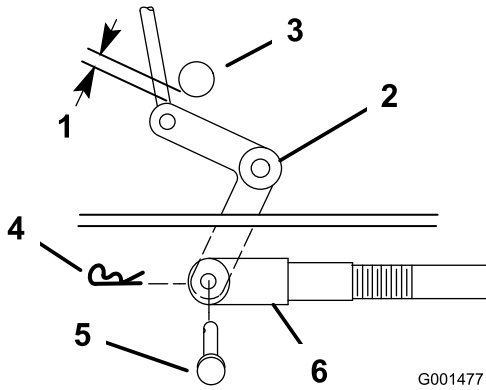
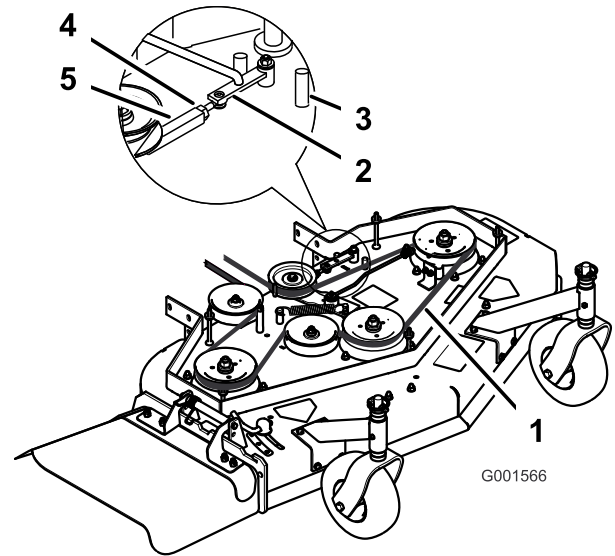

Figure 38
Figure 39
Remarque: La tension correcte de la courroie du tablier de coupe se situe entre 44 à 67 N·m (10 à 15 pi-lb) avec une flèche de 13 mm ($\frac{1}{2}$ po) à mi-chemin entre les poulies (Figure 39).
9. Vérifiez l'écartement entre le levier coudé et l'arbre de sortie de transmission (Figure 38).
10. Enlevez la goupille fendue et l'axe de chape du levier coudé (Figure 38).
11. Tournez la chape dans le sens horaire sur la tige pour accroître l'écartement, et dans le sens antihoraire pour le réduire (Figure 38).
Remarque: Si le bras d'assistance ne touche pas la butée avant du tablier de coupe (Figure 39), réglez la chape de sorte à rapprocher le levier coudé de l'arbre de sortie de transmission (Figure 38).